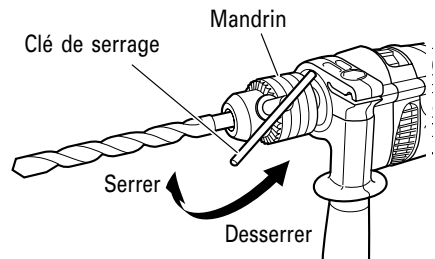

Fig. 2
**Pour le mandrin porte-foret avec clé à mandrin** (Fig. 2)
- (1) Ouvrir les mâchoires du mandrin et insérer la mèche dans le mandrin.
- (2) Mettre la clavette à mandrin dans chacun des trois trous du mandrin, et la tourner dans le sens des aiguilles d'une montre (vue depuis l'avant). Serrer à fond.
- (3) Pour retirer la mèche, mettre la clavette à mandrin dans l'un des trous du mandrin et la tourner dans le sens inverse des aiguilles d'une montre.